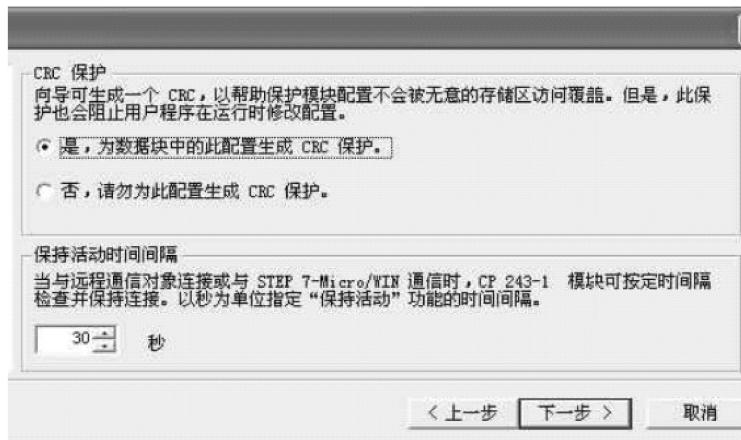

图 7-47 选择 CRC
10) 图7-47中，CRC（循环冗余检查）保护选项允许指定以太网模块检查偶然发生的配置损坏。向导为V内存中配置的两个数据块部分生成CRC值。当模块读取配置时，则重新计算该值。如果数字不匹配，配置损坏，模块不会使用该配置。